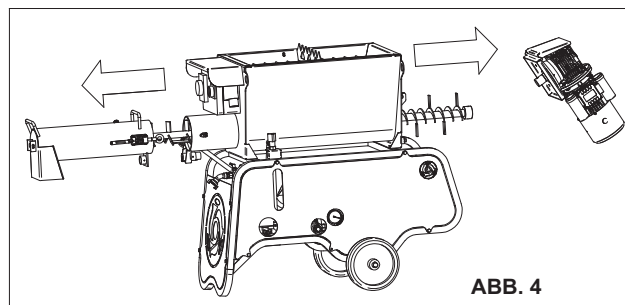

ABB. 4
6. ELEKTRISCHE SICHERHEIT (siehe Abb. 4)
Zwecks Transport kann die Maschine abbildungsgemäß zerlegt werden (vgl. Abb. 4).